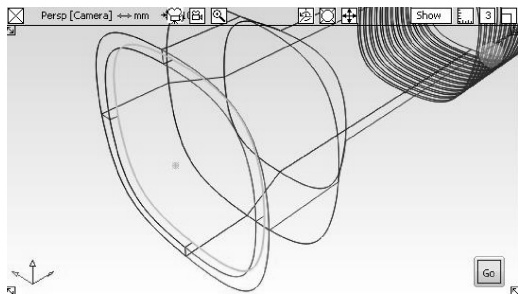

图 3-91 封闭手电筒前端
- 44 选择【Pick nothing】工具 ，取消选择。在【Palette】（工具箱）的【Surfaces】工具标签中选择【Set planar】工具 ，选择手电筒前端凹进去的曲线，单击视图右下方的【Go】按钮，封闭手电筒前端，如图 3-91 所示。